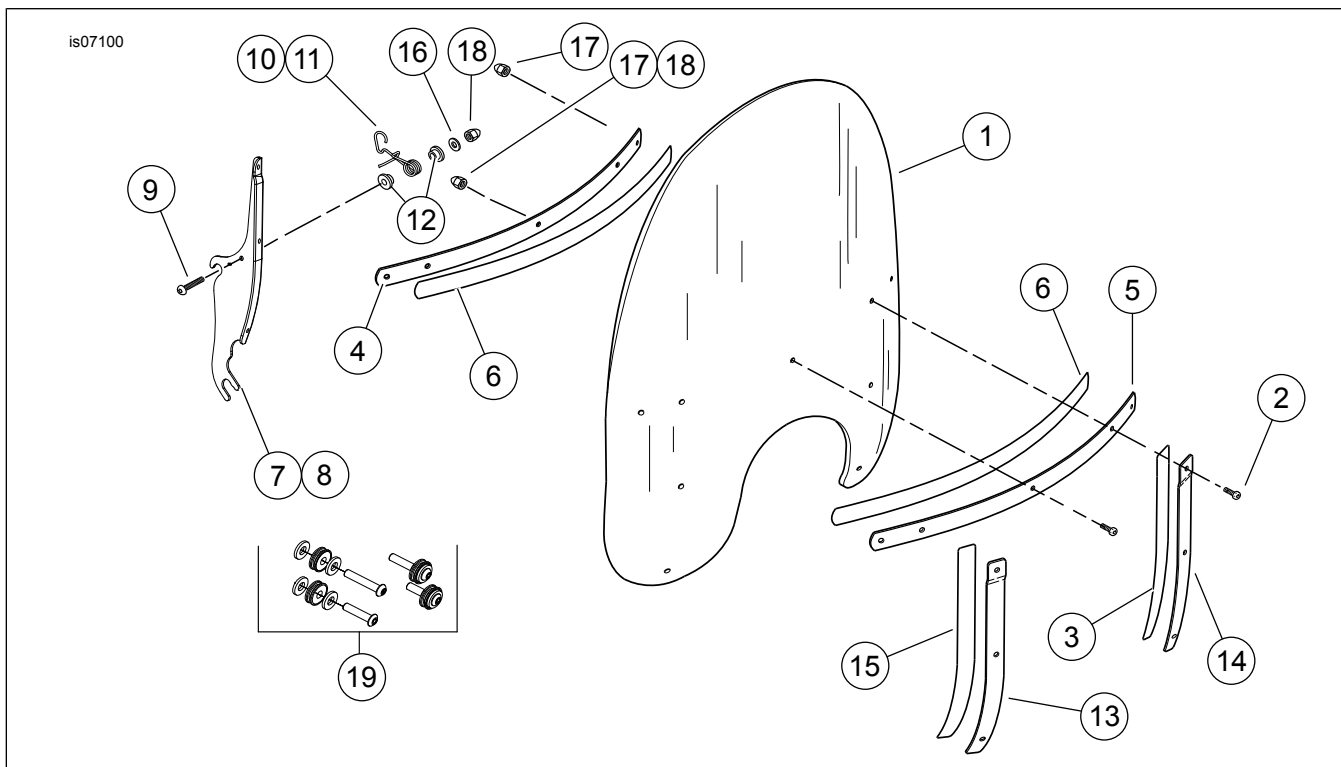
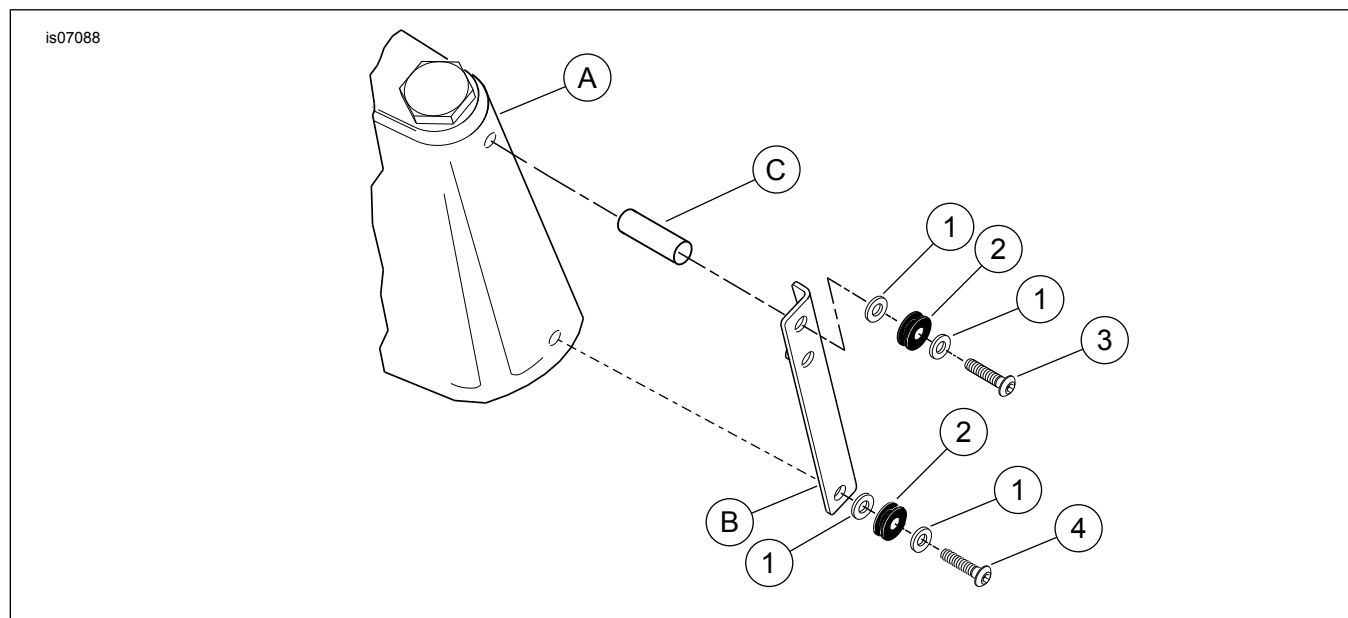

Figure 1. Pièces de rechange : Kits de pare-brise
Figure 2. Pièces de rechange : Kit de visserie
Voir Figure 1 et Tableau 1, Figure 2 et Tableau 2.
2. Figure 2 et Tableau 2. Retirer et jeter la vis (4) et la rondelle (1) de support inférieur du feu de croisement/anti-brouillard.
3. Placer une nouvelle rondelle plate (1), une bague (2) et une rondelle plate (1) sur une vis de 1 3/8 de pouce de long (4) du kit. Enfiler la vis à travers le trou inférieur dans le support du feu de croisement/anti-brouillard et le couvercle décoratif de la fourche, et dans le té de fourche. Serrer.